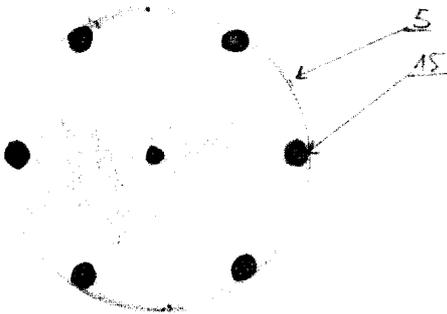

Figure 2
**Figure 2 :** une vue de face du Rotor (Roue–Turbine) 5, ce rotor 5 contient des facettes cylindriques 15 (les facettes peuvent avoir d'autres formes), chacun de ces cylindres renferment de l'huile entre ses parois, et ont une ouverture au milieu latérale, cette ouverture comporte un clapet anti-retour ou autre moyen, permettant de sauvegarder le liquide à l'intérieur du cylindre , et facilite le contact avec ce dernier au niveau de rainure 14 (conduite d'une force propulsive).